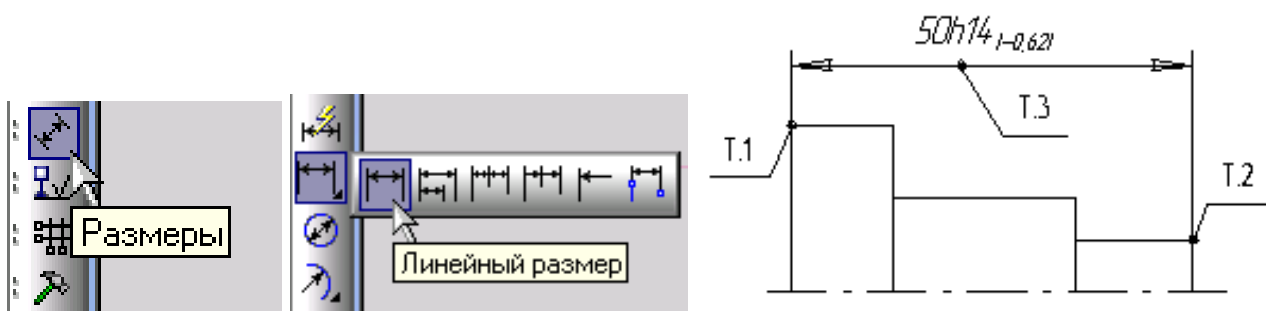

Рис. 2.3.25
2. Команда **Линейный размер** дозволяє проставити один чи кілька лінійних розмірів. Для виклику команди натисніть кнопку **Линейный размер**  на Інструментальній панелі розмірів. Для простановки розмірів послідовно вкажіть дві базові точки, а потім положення розмірної лінії (рис. 2.3.25). Система автоматично проставить розмір, рівний відстані, між двома вказаними курсором точками (т.1 і т.2). Третя вказана точка (т.3) визначає положення розмірної лінії.